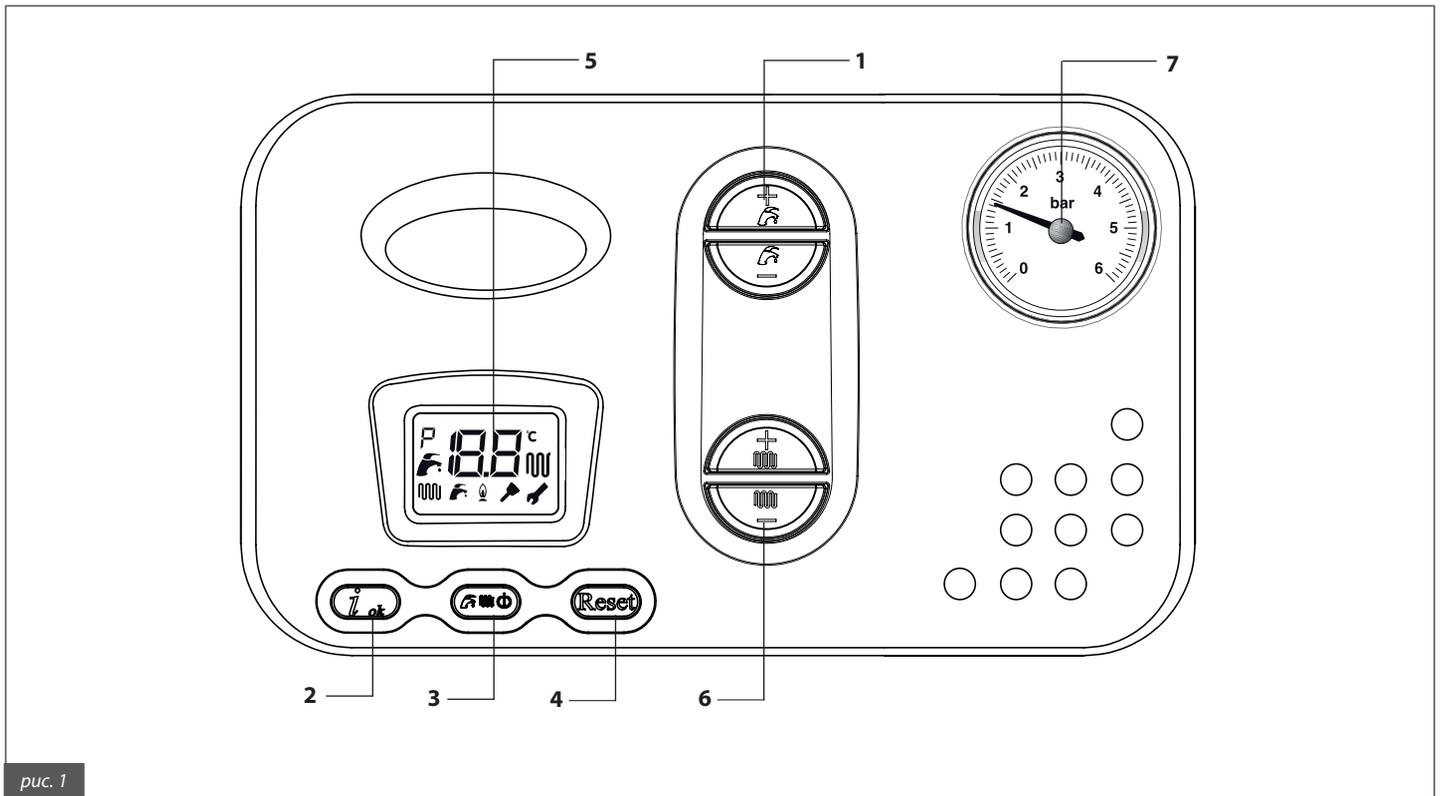

рис. 1
Мигает в процессе регуляции/выбора температуры ГВС с помощью кнопок 1 (рис. 1).
Мигает в процессе регуляции температуры контура отопления с помощью кнопок 6 (рис. 1).
- Выбрать режим работы котла с помощью кнопки **3** (рис. 1);
- Задать желаемую температуру теплоносителя в контуре отопления с помощью кнопок **6** (рис. 1);
- Задать температуру ГВС с помощью кнопок **1** (рис. 1);